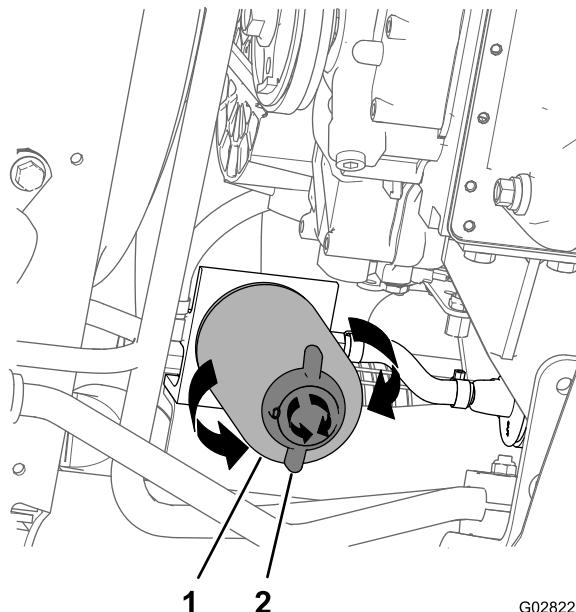

Figura 75
4. Alinhe um recipiente de escoamento debaixo do filtro do combustível; consulte Figura 75 na Substituição do filtro separador de água \(página 62\).
2. Coloque um recipiente de escoamento por baixo do filtro separador de água (Figura 75).
3. Rode a válvula de drenagem na parte inferior do recipiente do filtro separador de água no sentido contrário ao dos ponteiros do relógio (Figura 75).
4. Limpe a área em torno do recipiente do filtro separador de água e da montagem do adaptador do filtro (Figura 75).
5. Retire o filtro separador de água (Figura 75).
9. Certifique-se de que a válvula de drenagem na parte inferior do filtro separador de água é rodada no sentido dos ponteiros do relógio com firmeza (Figura 75).